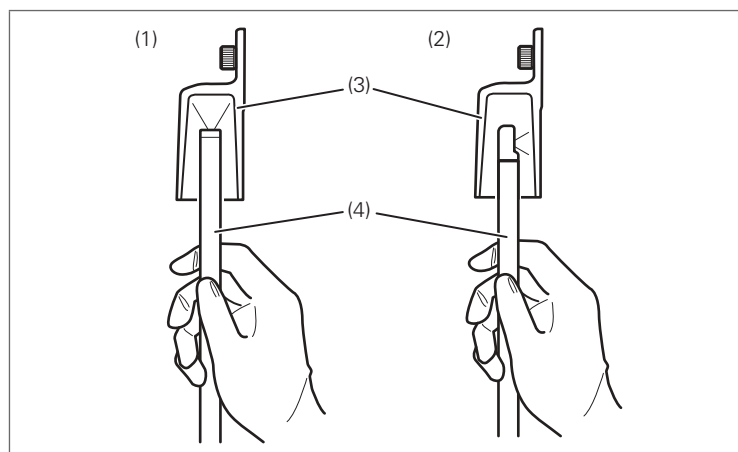

Figura 5.9
5. Introduceți capătul distal al endoscopului în dispozitivul de ajustare a balanței de alb (OS-A43H) furnizat, după cum este ilustrat în Figura 5.9.